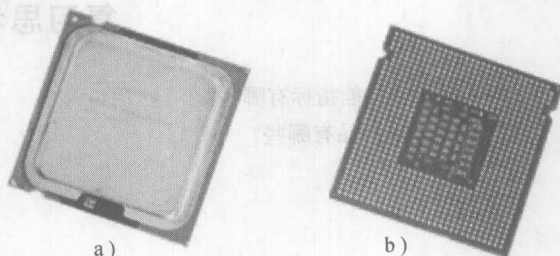

图 2-2 Intel Core2 CPU 的外形
1. Intel CPU 以适用于台式机的 CPU 为例进行介绍，其外形如图 2-2 所示。